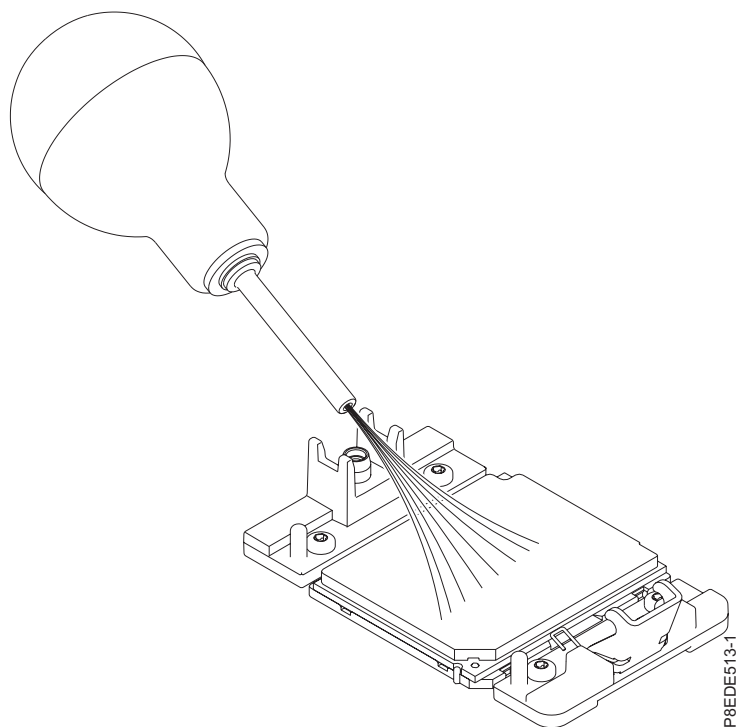

図 4. システム・プロセッサ・モジュールの領域からほこりやごみを除去
- a. ほこりやごみが付着している場合は、提供されているエアポンプ (部品番号 45D2645) を使用してシステム・プロセッサ・モジュールの領域をきれいにします。7 ページの図 4 に示すようにエア・ポンプが組み立てられていない場合は、チップをバルブに固定します。システム・プロセッサ・モジュールの中央から両側に向かって空気を少し吹き出します (7 ページの図 4 を参照)。